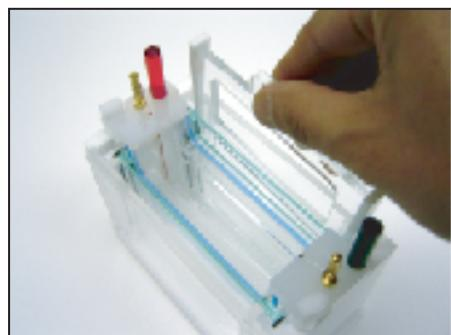

図 6
5. アッパーバッファーチャンバーをセットしたセルベースの奥に、スーパーウェッジの平らな面を **XV PANTERA MP Gel** カセットにつくように（図6）